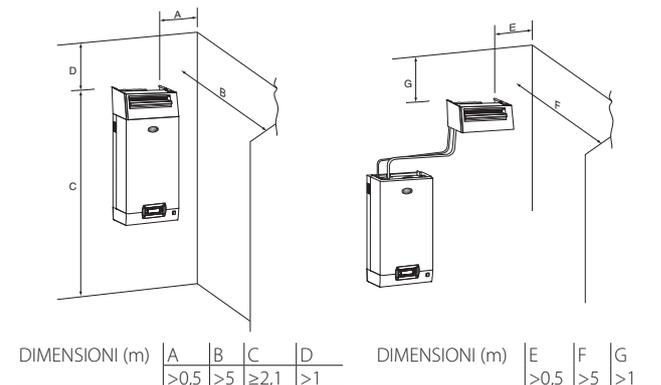

Fig. 3.c
2. El soporte de fijación en forma de "L" (ver pieza 1 Fig. 3.c) se suministra con los modelos de distribuidor de vapor de DP085\* a DP025\*. Para longitudes inferiores, se puede suministrar el soporte como opción (cód. 18C478A088).
Atención: Para conseguir una correcta difusión del vapor, respete las distancias indicadas en la fig. 3.c.